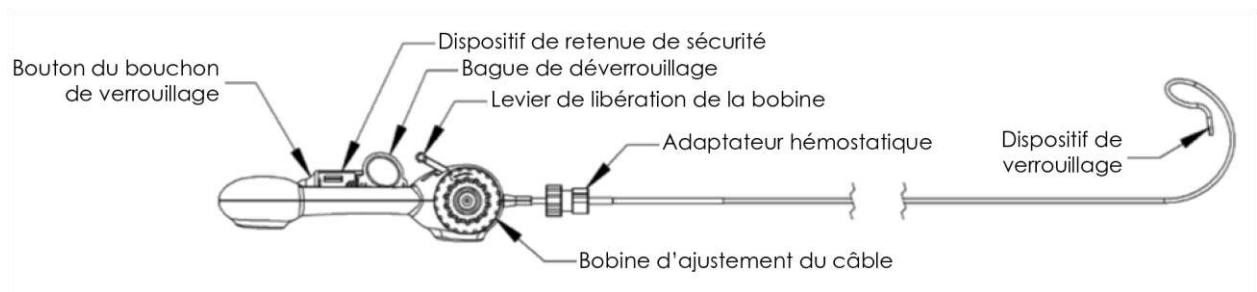

Figure 6. Cathéter d'ajustement et de verrouillage
- **Cathéter d'ajustement et de verrouillage** – Cathéter qui s'achemine sur le câble dans le cathéter-guide jusqu'à la dernière ancre déposée et permettant d'appliquer une tension contrôlée sur le câble et de déployer le dispositif de verrouillage. La poignée du cathéter permet de contrôler la tension du câble et d'enclencher le dispositif de verrouillage. Voir la **Figure 6**.